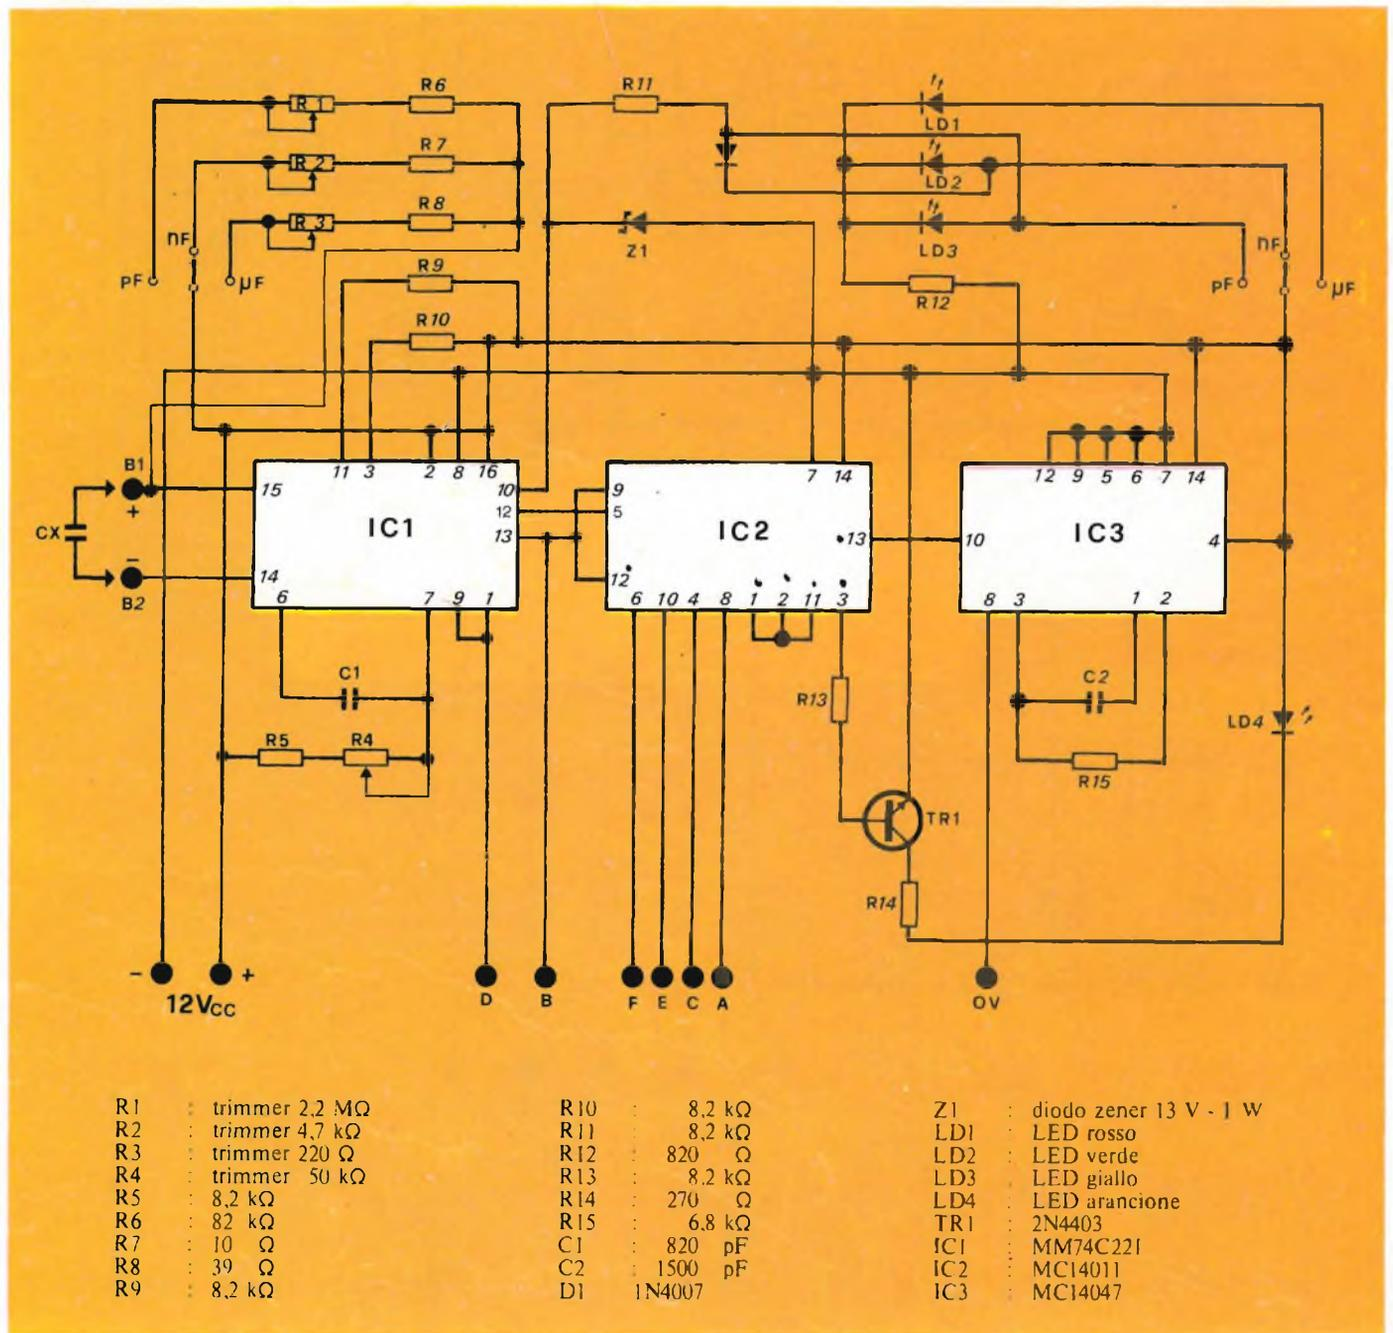

Fig. 2 - Schema elettrico della sezione circuito d'ingresso, alle cui bocche B1-B2 viene inserito il condensatore da misurare.
In Fig. 2 viene dato lo schema elettrico relativo al circuito d'ingresso. Come si vede in Fig. 2, il condensatore da misurare (CX) viene inserito sulle B1+ e B2- che sono collegate.